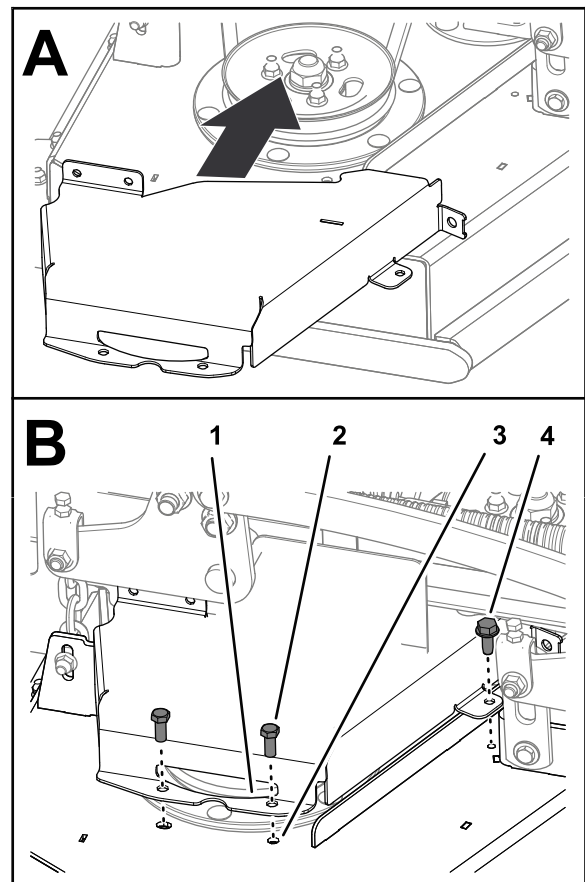

図 40
- 右側ベルトカバーをデッキに取り付ける 図 40 左側ベルトカバーの取り外し (ページ 24) で取り外したボルト2本を使用する。